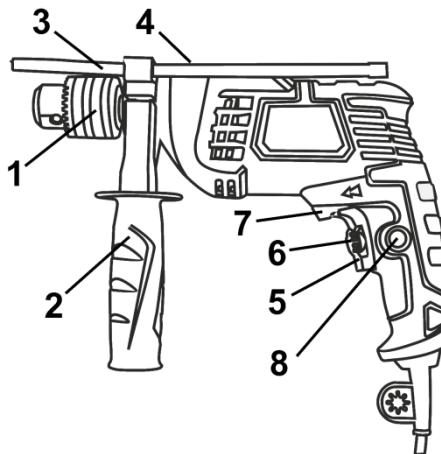

Рисунок 1
Перемикання режимів роботи виробу здійснюється переведенням перемикача (4) (див. рис.1) з одного крайнього положення в інше в сторону відповідного символу режиму роботи:
- Ударно-обертальний режим - перемикач (4) повинен бути переведеним до упору убік символу .
• Обертальний режим - перемикач (4) повинен бути переведеним до упору убік символу .
5.2 Виберіть необхідний режим роботи виробу за допомогою перемикача (4) (див. Рисунок 1).